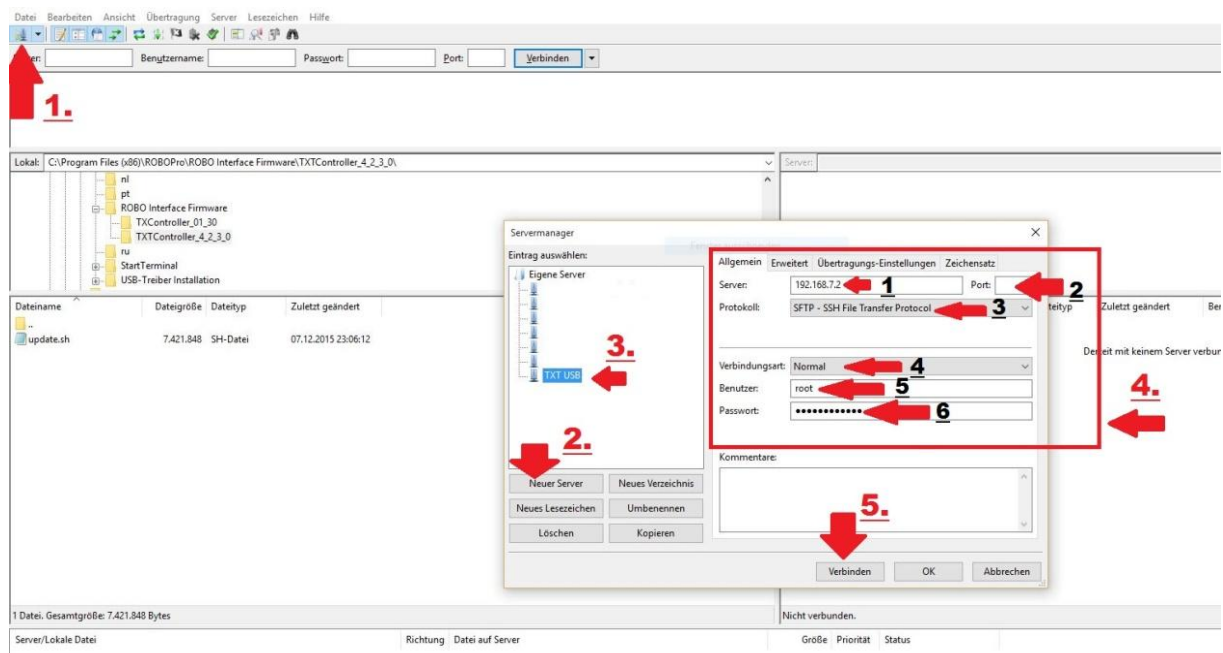

Abb. 9: Filezilla mit geöffnetem Servermanager
Nun startet man Filezilla. Um einen neuen Server hinzuzufügen, drückt man auf den Knopf ganz links oben (1, Abb. 9). Jetzt öffnet sich ein neues Fenster „Servermanager“. Dort legt man mit Druck auf „Neuer Server“ (2) einen neuen Eintrag an. Nun erscheint links in der Liste der neue Eintrag (3), welchen man dann direkt umbenennen kann. Jetzt müssen rechts die wichtigen Informationen ausgefüllt werden. Bei „Server“ (schwarz 1) wird die IP-Adresse des TXT eingetragen (USB: 192.168.7.2, W-LAN: 192.168.8.2, BT: 192.168.9.2). Das Feld „Port“ (2) kann normalerweise leer bleiben oder man trägt „22“ ein. Bei „Verbindungsart“ (3) wählt man „SFTP – SSH...“ aus. Für die Authentifizierung (4) wählt man „Normal“ und die Felder „Benutzer“ und „Passwort“ (5, 6) werden mit den Zugangsdaten für den Nutzer „root“ ausgefüllt. Zum Schluss drückt man auf „Verbinden“ (rot 5).